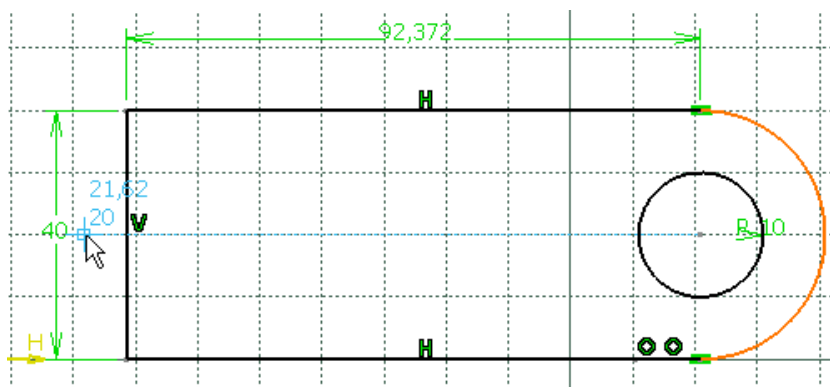

Рис. 106
- 2) Навести курсор таким чином, щоб **SmartPick** виявив обмеження, як показано на малюнку (Рис. 106).